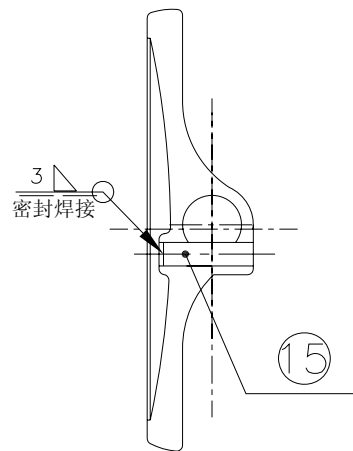

图8-8
(1) 阀板与阀杆的装配
- 按拆卸时作好的标记在相应的部位装上止推环⑱同时装好阀杆。如果止推环的位置装错，则将造成密封环的破损和动作不良。
- 请按图8-8所示要领进行焊接，如不进行焊接，在使用中可能造成固定销的脱落，引起故障。